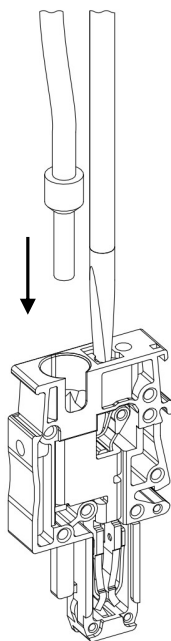
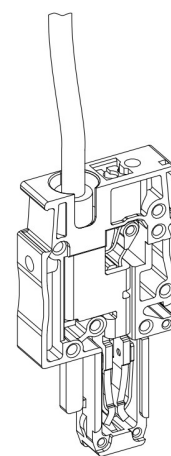

Рисунок 39 – ввод проводника в точку подключения
Рисунок 40 – проводник в точке подключения
- Вставьте подготовленный гибкий проводник до упора в точку подключения (**овальное** отверстие) штекера (рис. 39; рис. 40).